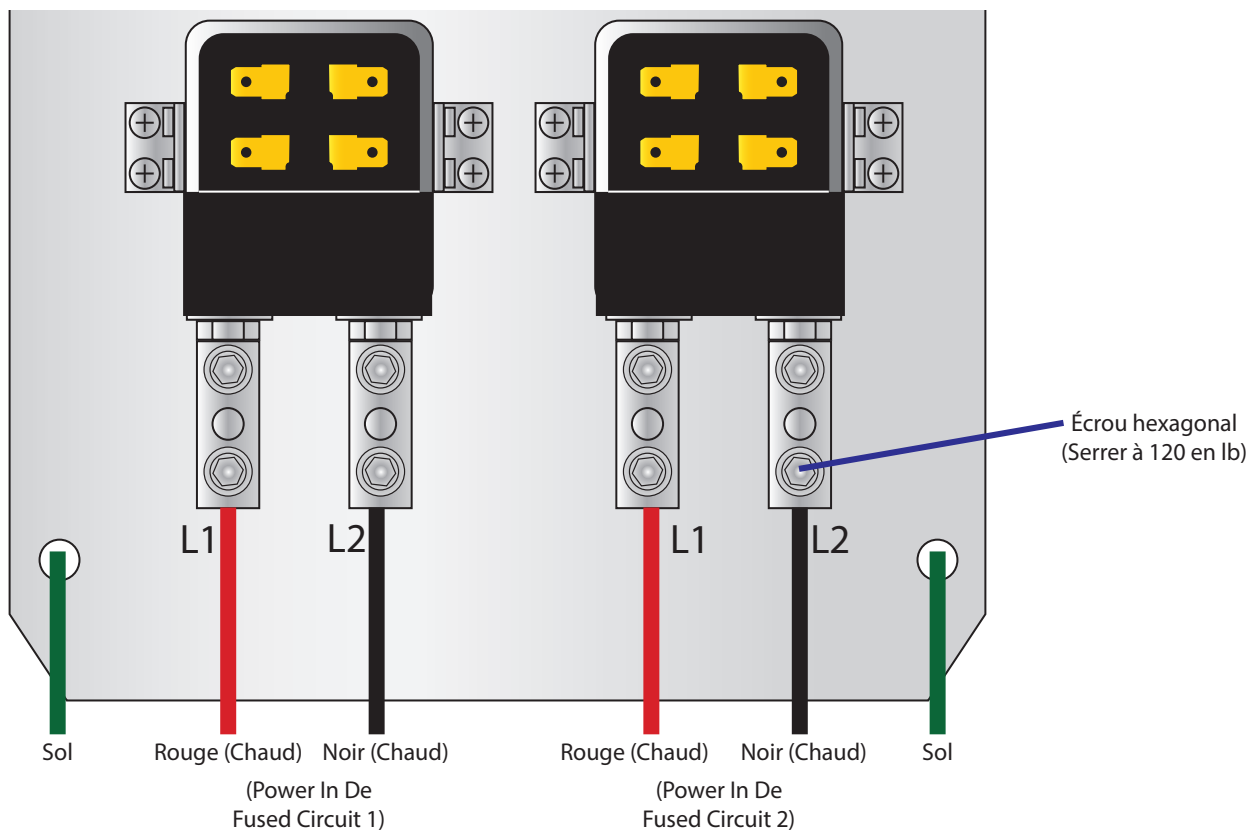
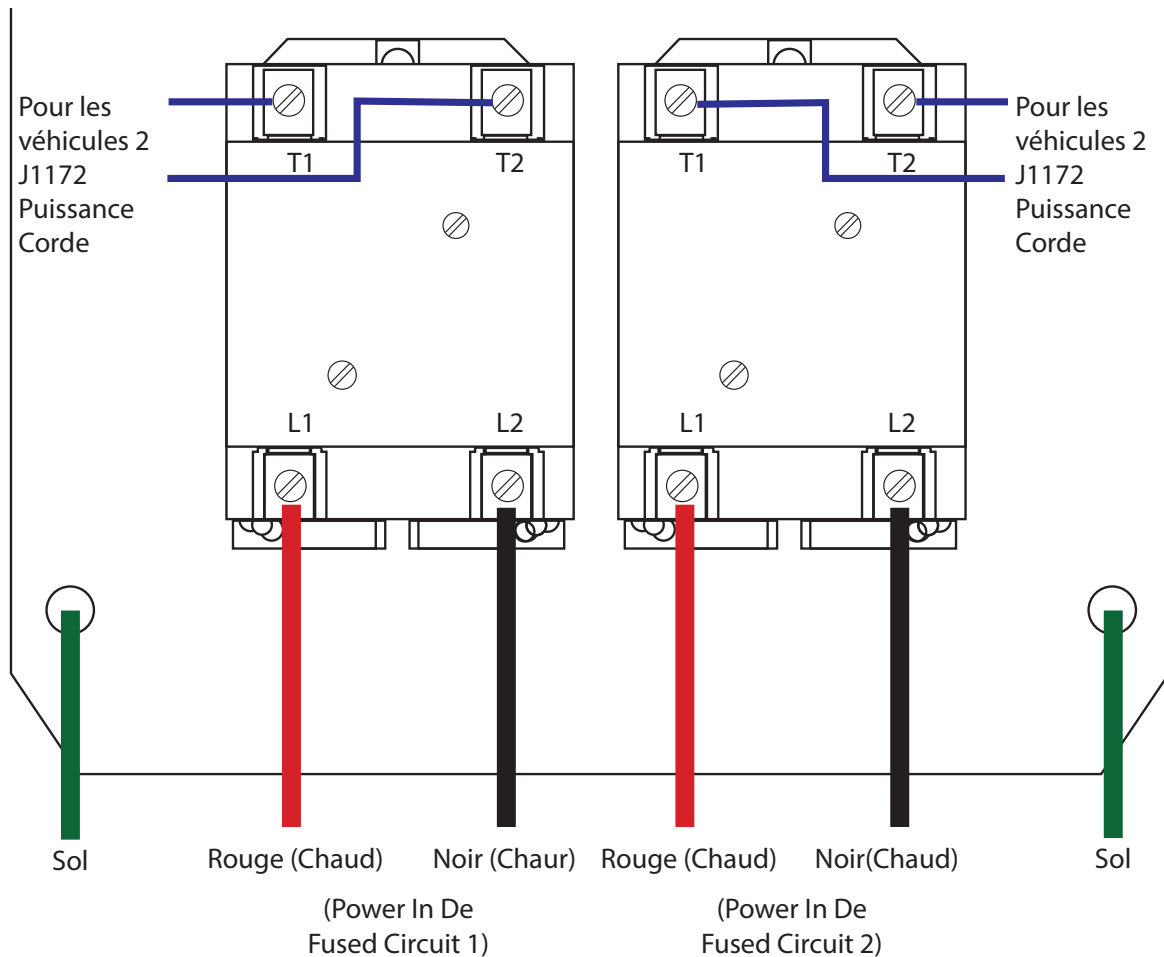

Figure 14. Wiring WattZilla Equipped with Curtis Albright Contactors
Figure 15. WattZilla Câblage équipé avec GE Contacteurs (Supplément)
3. (Dans cette étape, si votre appareil est équipé de Curtis Albright contacteurs électriques, reportez-vous à Figure 14. Si votre appareil est équipé de GE contacteurs électriques, reportez-vous à Figure 15.) Connecter les deux fils chauds d'un circuit breakered 100 Amp à L1 et L2 sur le contacteur gauche. Ensuite, faites la même chose avec un second circuit breakered 100 Amp à L1 et L2 sur la droite contacteur. Pour fixer le câble d'alimentation à L1 et L2, insérez le fil du dessous du contacteur comme indiqué dans Figure 14 et Figure 15. Ensuite, utilisez une clé hexagonale pour serrer chaque écrou pour fixer le fil en place.
4. Connecter les fils de terre aux plots de terre situés derrière les contacteurs électriques (voir Figure 15). Les boulons reliant l'enceinte WattZilla à plots sont les plots de mise à la terre.